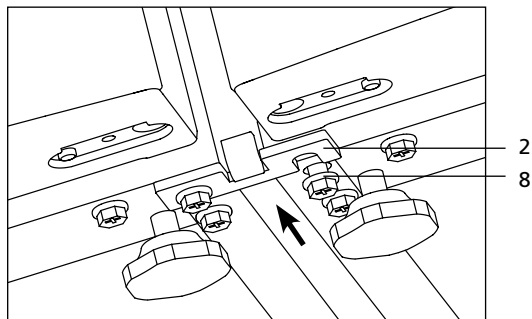

Figura 4
2.2.1 Pentru a conecta bracketul 2 la frigider în conformitate cu figura 4: